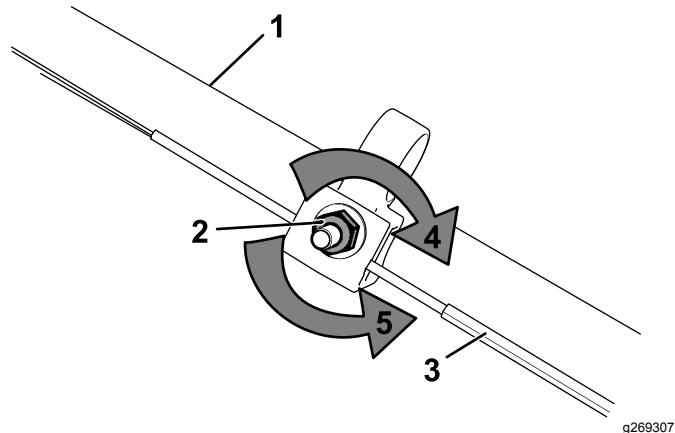

Figura 31
1. Gire la tuerca de ajuste en sentido antihorario para aflojar el ajuste del cable (Figura 31).
2. Ajuste la tensión del cable (Figura 31) tirando del mismo hacia atrás o empujándolo hacia adelante, y sujetelo en esa posición.